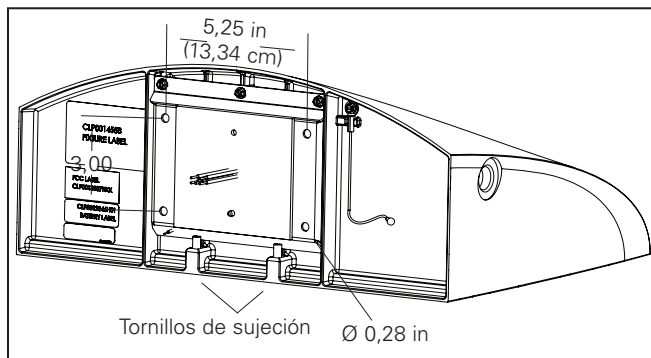

Figura 1
1. Retire la placa de cuña aflojando los dos tornillos de sujeción en el luminario (Figura 1).
3. Retire la placa de cuña de la parte posterior de la carcasa superior aflojando los dos tornillos de sujeción del luminario (Figura 1).
4. Sujete la placa de cuña a la superficie de la pared (Figura 1). La placa de cuña debe montarse con accesorios que puedan soportar el peso de un luminario de hasta 50 lb (22,67 kg).
1. El luminario viene con una placa de montaje en pared preinstalada. Quite la placa de cuña de montaje en pared y deséchela. (Figura 1).
1. Retire la placa de cuña aflojando los (2) tornillos de cabeza Phillips de 1/4-20 en el luminario. (Figura 1).